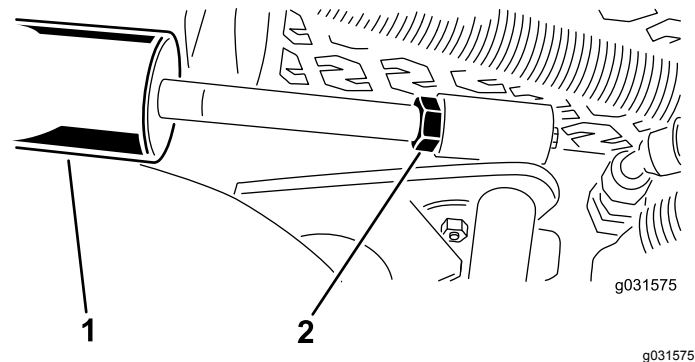

Рисунок 14
- A. Опустите режущие блоки и ослабьте затяжку контргайки на цилиндре (Рисунок 14).